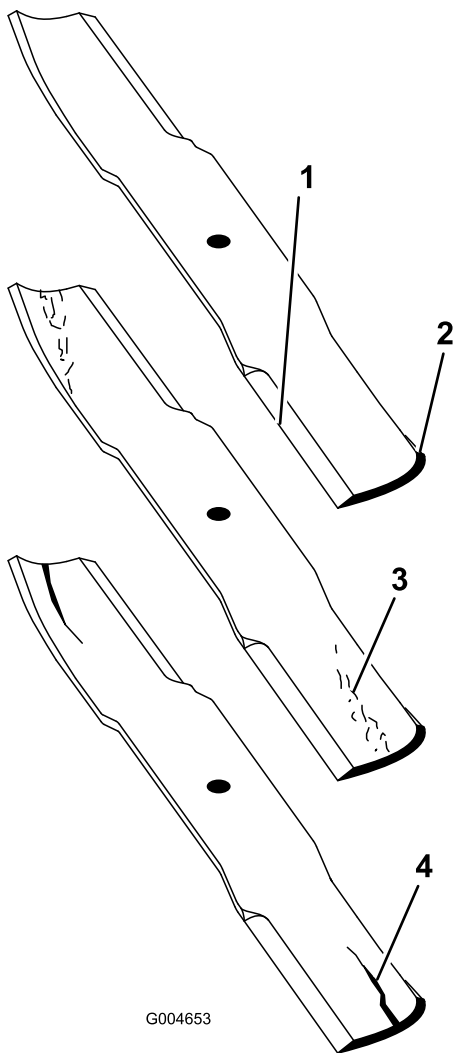

Figura 91
2. Examine cuidadosamente los extremos de corte de la cuchilla, sobre todo en el punto de reunión entre la parte plana y la parte curva de la cuchilla (Figura 91).
Nota: Puesto que la arena y cualquier material abrasivo pueden desgastar el metal que conecta las partes curva y plana de la cuchilla, compruebe la cuchilla antes de utilizar la segadora. Si la cuchilla está desgastada (Figura 91), cámbiela.